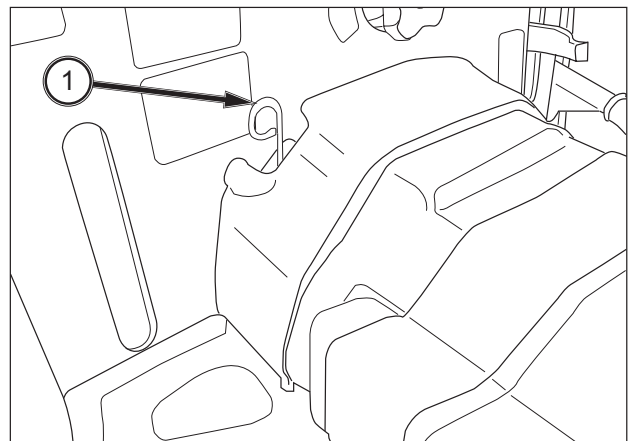

ABB. 126
**ABB. 126 UND 127:** Zum Prüfen des Getriebeölstands den Traktor auf ebenem Untergrund abstellen und den Messstab (1) herausnehmen. Das Öl sollte zwischen der oberen Markierung A und dem Ende des Messstabs B stehen.